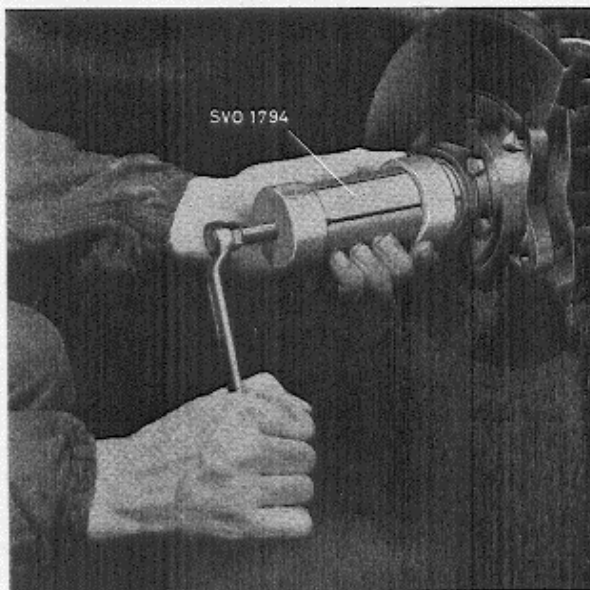

Abb. 18 Ausbau von innerem Lager
4. Fettbuchse mit Werkzeug SVO 2197 (Abb. 16) ausbauen. Splint und Kronenmutter entfernen. Nabe mit Abziehvorrichtung SVO 1791 (Abb. 17) abziehen. Das innere Lager vom Achsschenkel mit der Abziehvorrichtung 1794, falls das Lager noch fest sitzt, abziehen. Siehe Abb. 18.